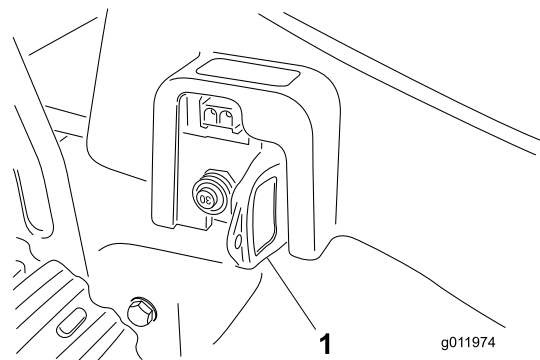

Figure 5
La tondeuse ne fonctionne que si la clé est bien enfoncée dans la prise (Figure 5). Pour éviter tout démarrage accidentel ou utilisation non autorisée de la tondeuse, enlevez toujours la clé de la prise avant de laisser la tondeuse sans surveillance. Rangez la clé hors de portée des enfants.
2. Insérez la clé au fond de la prise (Figure 5).